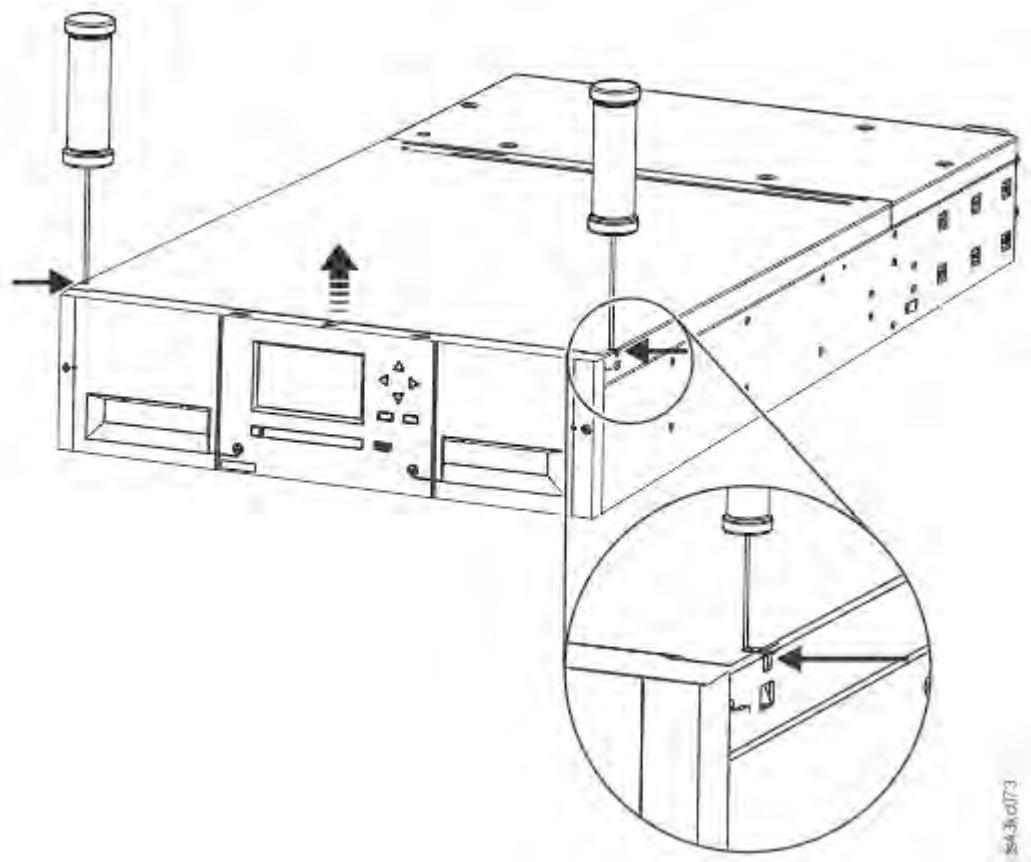

Figure 28. Déblocage du loquet en haut du module
1. Débloquez le loquet situé en haut du module à l'aide de vos doigts ou d'un petit outil, un de chaque côté du couvercle, et appuyez vers l'intérieur. Lorsque le couvercle s'ouvre, retirez-le en le tirant vers l'avant. Voir Figure 28, à la page 57.